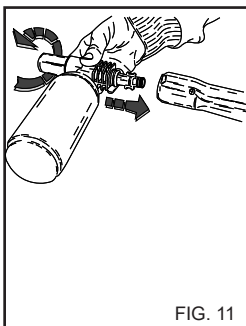

FIG. 11
2) Tag forlængerstykket af håndgrebet og sæt rengøringsmiddelsprøjtesættet (fig. 11) ind; start rengøringsmaskinen og kom væske på den overflade, der skal renses. Begynd nedefra og fortsæt i opadgående retning. Hvis maskinen er udstyret med op sugning af rengøringsmiddel, skal man åbne for doseringshanen (fig. 5B) og flytte dysen fremad. Lad virke et par minutter.